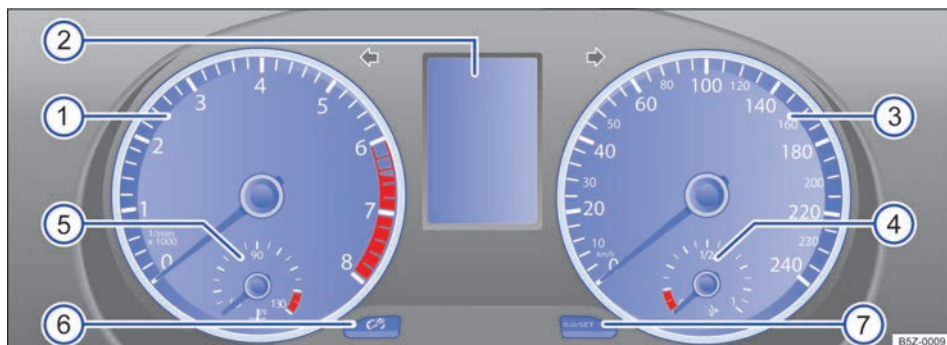

Fig. 11 Instrumento combinado no painel de instrumentos.
Significado dos instrumentos → Fig. 11:
- ② **Indicadores do display** → Página 20.
- ③ **Velocímetro** (medidor de velocidade).
- ④ **Indicador do nível de combustível** → Página 24.
- ⑤ **Indicador de temperatura do líquido de arrefecimento do motor** → Página 25.
- ⑥ **Botão para regulagem da iluminação do painel de instrumentos** → Página 81.
- ⑦ **Botão de ajuste do relógio** ou para trocar entre o **indicador da temperatura externa e o relógio**.
- Com a ignição ligada, para ajustar o relógio, se necessário, alterar para o indicador do relógio, pressionar a chave → Fig. 17 ② para cima ou para baixo ou pressionar o botão de ajuste → Fig. 11 ⑦.
- ⑦ **Botão para reinicializar o indicador do intervalo de serviço** → Página 26